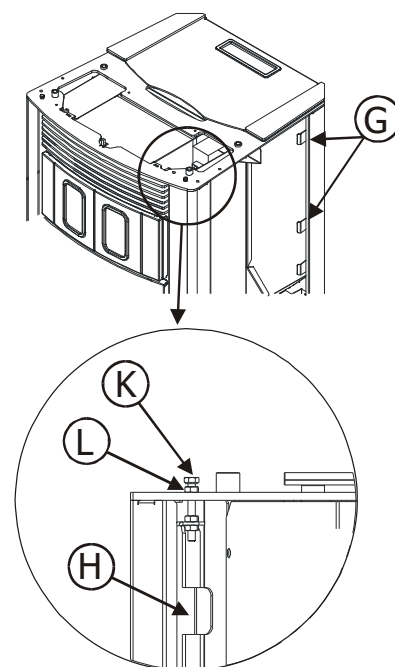

Figure 5 – Vue de côté du système de fixation des carreaux en céramique latéraux
1. Tourner la vis **K** de façon à amener la tige **H** en contact avec la structure. *Figure 5 - phase 1*
Légende Figures 5 et 6